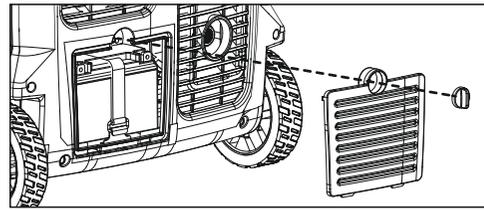

Рисунок 3
- Откройте защитную крышку, ослабьте ремень и вытащите аккумулятор (рис. 3.)